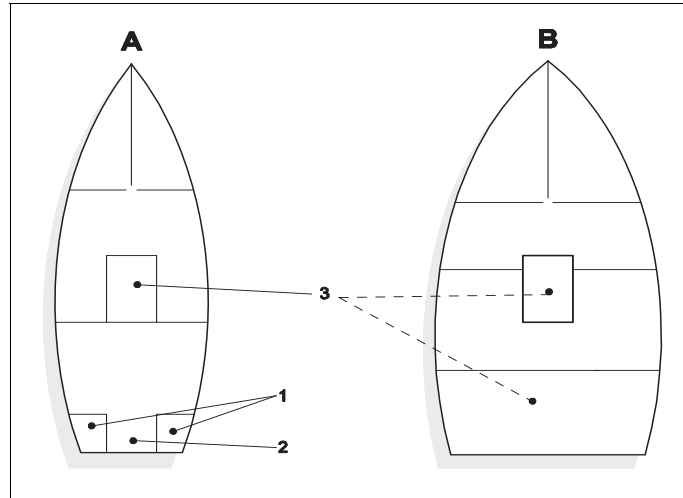

Abb. 2 Heizgeräteeinbau in Backskiste (1), Steuerkasten (2) oder Motorraum (3)
► Einbauortempfehlung (Siehe Abb. 2):